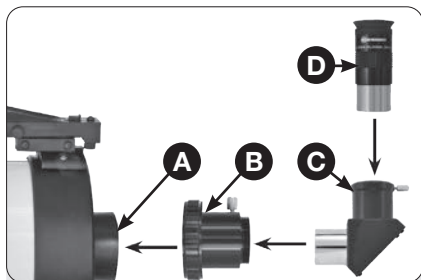

Fig. 11: Secuencia de instalación para accesorios ópticos en la unidad de enfoque.
11. Montaje del soporte del ocular (Fig. 11): Retire la tapa de protección contra el polvo de la apertura del camino de luz al final del tubo (A, Fig. 11). Coloque el soporte del ocular (B, Fig. 11) en la rosca al final del tubo y atornille la tuerca de unión sobre él a mano. Luego inserte el espejo diagonal de estrella (Fig. 11, C) en el soporte del ocular en la orientación deseada y sujételo con el tornillo moleteado en el lateral.
12. Insertando el ocular (Fig. 11) para el modo de vista recta: Retire la tapa antipolvo del soporte del ocular. Coloque la tapa contra el polvo en un lugar seguro y restáurela cuando haya terminado de observar para evitar que entre suciedad en el telescopio. Afloje el tornillo moleteado e inserte el ocular incluido (D, Fig. 11) en el soporte del ocular. Luego vuelva a apretar el tornillo a mano para fijar el ocular en su lugar.
13. Inserte el espejo diagonal de estrella (Fig. 11): 11): Recomendado para una vista más cómoda y amigable con el cuello a la altura del cenit. Se inserta en el soporte del ocular (B, Fig. 11) en lugar del
ocular (D, Fig. 11). Luego se inserta el ocular en el receptáculo del espejo diagonal de estrella. Después de insertar el espejo diagonal de estrella y el ocular, vuelva a apretar bien los tornillos de fijación correspondientes para que todas las partes queden bien aseguradas en su posición.